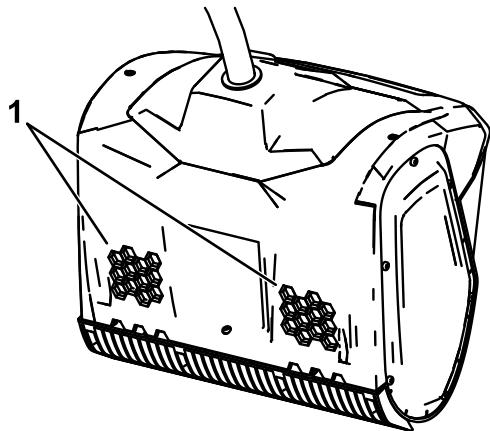

Figura 6
1. Certifique-se de que as aberturas na parte de trás da máquina não têm neve ou gelo (Figura 6).